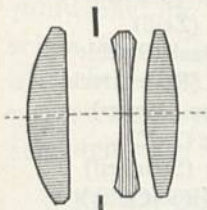

Abb. 65.
**Triplets (dreilinsig)** (Abb. 65):